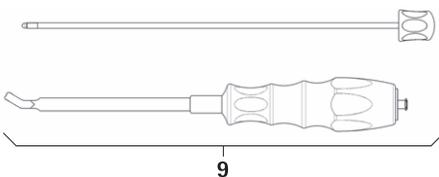

Afb. 4
- ▶ Demonteer de distractor 8 met de distractiebladen, zie Afb. 4: Bedien de schuif B en verwijder het distractieblad FW239R.